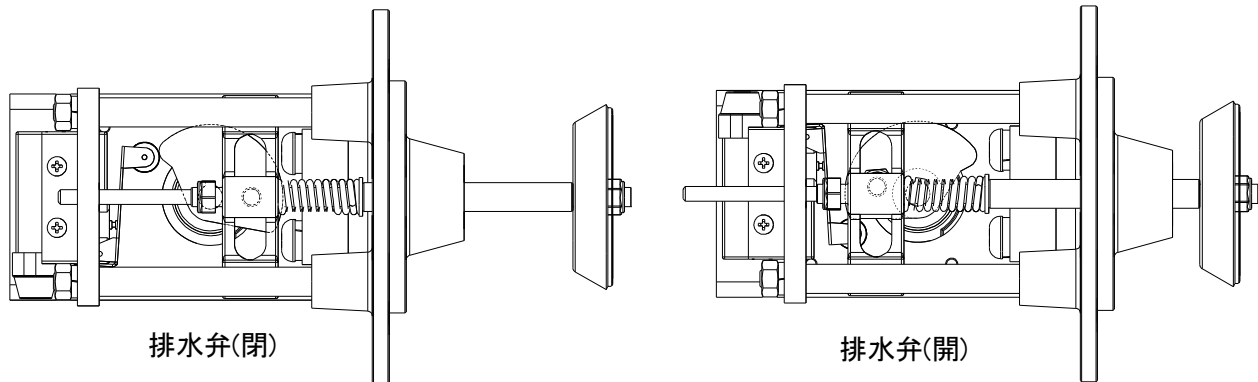

図8-14
- ・ 前面に⑰掃除口フタが見えます。
- ・ ⑱蝶ナットを緩め、⑰掃除口フタと⑯掃除口フタパッキンを外します。
- ・ 排水弁内のゴミを取り除き、⑥排水弁補助弁表面に付着物がある場合は拭取ります。
- ・ ⑥排水弁補助弁にひび割れや損傷がないか確認します。
- 問題が発見されたなら、⑥排水弁補助弁を新しい物と交換すること。
3) 排水弁の動作確認 (図8-14、15)
- ・ ⑮蝶ナットを緩め、⑰掃除口フタと⑱掃除口フタパッキンを外します。